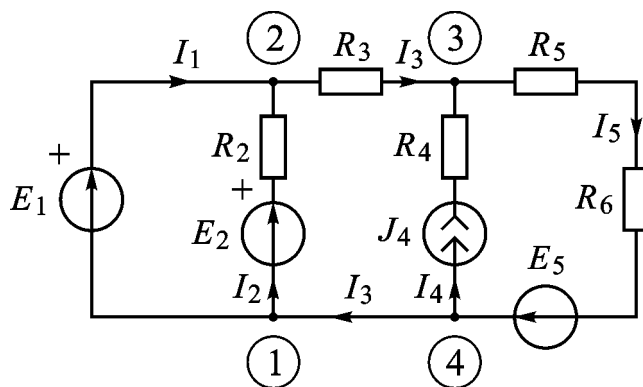

Рис. 5
2.1. Для схемы (рис. 5) в соответствии с данными своего варианта рассчитать токи  $I_1 \dots I_5$  в ветвях и напряжения  $U_{R_2} \dots U_{R_6}$  на элементах схемы методом наложения. Проверить результаты расчета по каждой частичной схеме и результирующие ответы по ЗТК для каждого узла схемы и по ЗНК для каждого контура. Результаты расчета записать в таблицу 5.
3.1. Собрать схему (рис. 5). Установить заданные значения элементов схемы.
– в схеме (рис. 5) измерить вольтметром потенциалы узлов  $V_1 \dots V_4$  относительно узла, потенциал которого принят равным 0. Сравнить с рассчитанными значениями. Результаты измерений записать в табл. 6;